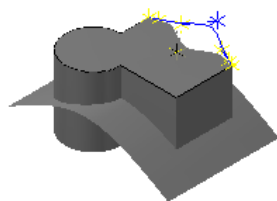

图 7.5.12 调整之后控制点位置
Step4. 修改 NURBS 曲线。单击 按钮，选取图 7.5.11 所示的控制点，并调整到图 7.5.12 所示的位置，按 Enter 键确认。